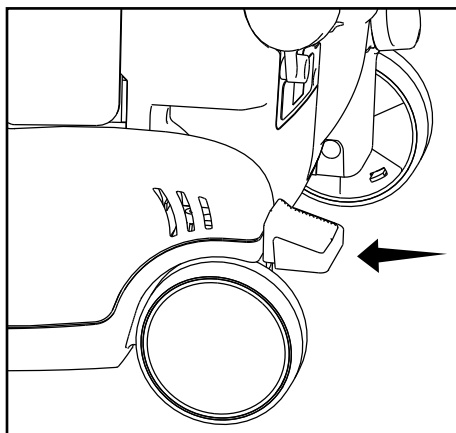

Fig. 1
- Presione el pedal de liberación de la manija una vez para una limpieza de aspiración normal (Fig. 1).